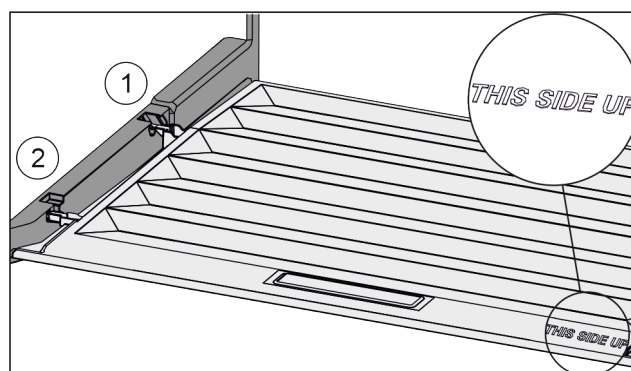

Fig. 83
- ▶ Introduire les rainures du couvercle par l'orifice du support arrière Fig. 83 (1) et les enclencher à l'avant dans le support Fig. 83 (2).